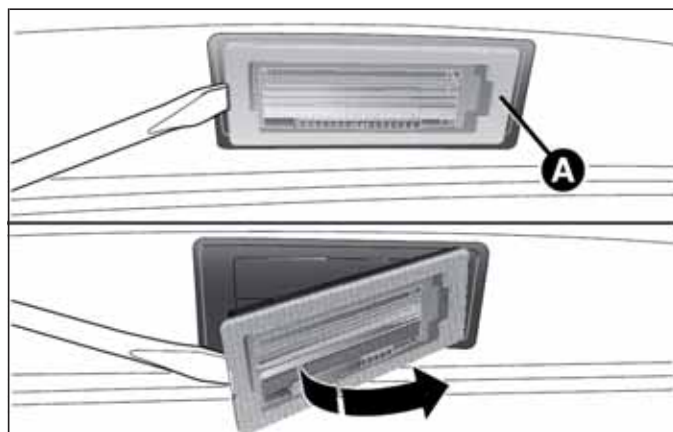

fig. 190
- ❑ retirar el aplique transparente A fig. 190;
- ❑ por último, volver a montar el aplique transparente A fig. 190.